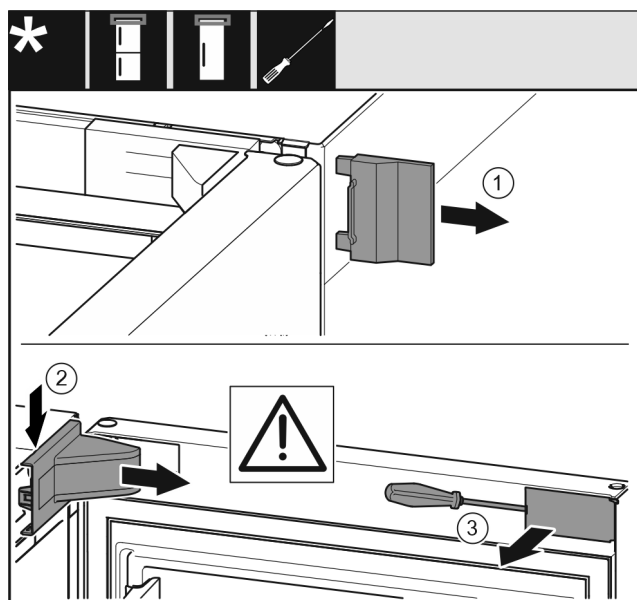

Fig. 10
- 取下外盖 Fig. 10 (1)。
- 拆卸并取下托架盖 Fig. 10 (2)。
- 使用带槽螺丝刀松开隔板 Fig. 10 (3)并把它转到一边。